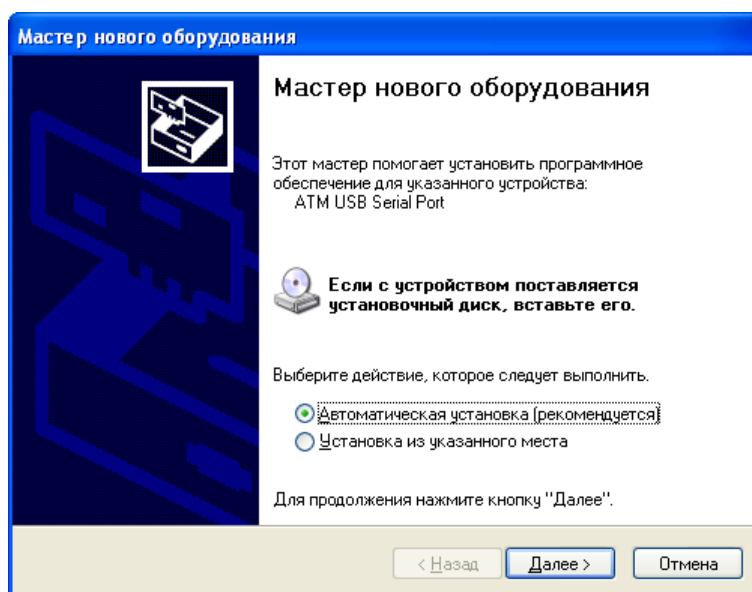

Рис. 3.2 Окно мастера нового оборудования
- 1.1. Если Вы еще не устанавливали драйвер, то модем будет опознан операционной системой, как неизвестное устройство. Далее появится окно **Мастер нового оборудования** (см. Рис. 3.2).